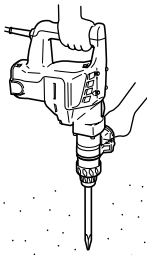

Fig. 4
2. Cómo tallar o demoler (Fig. 4)